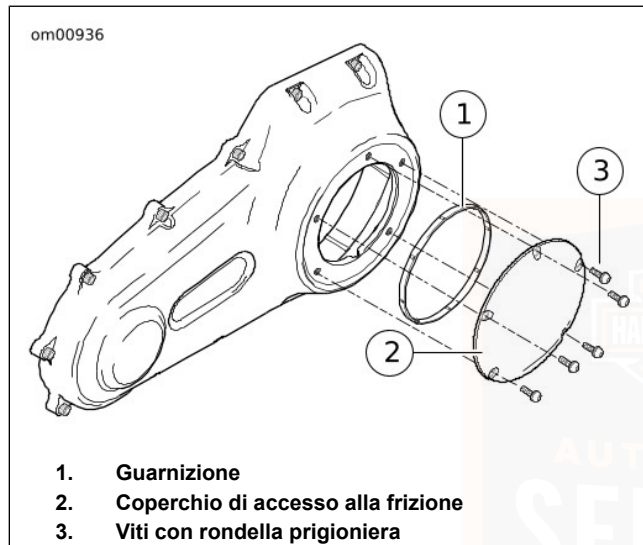

Figura 34. Coperchio della frizione
2. Vedere Figura 34. Con un cacciavite T-27 TORX, togliere cinque viti (3) (con le rondelle prigioniere) per staccare il coperchio di accesso alla frizione (2) dal coperchio del carter della catena della trasmissione primaria.